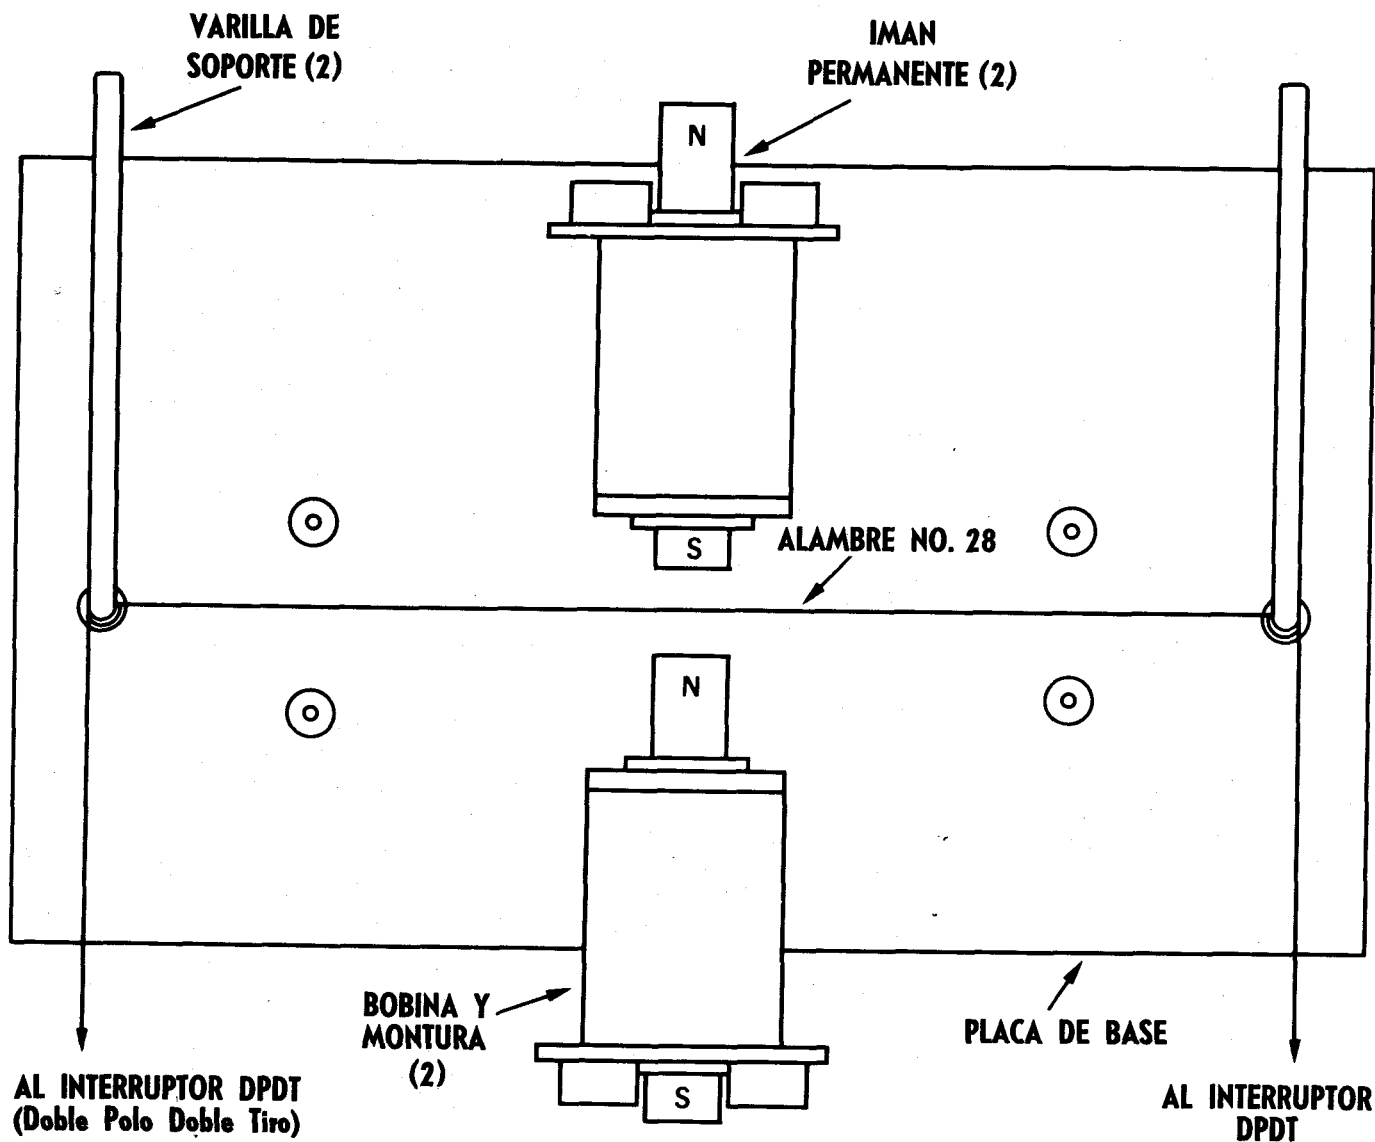

Fig. 40-1
1. Monte las dos bobinas pequeñas con sus monturas sobre la placa de base. Vea la Fig. 40-1. Observe que las monturas de las bobinas están armadas sobre la placa de base en forma poco convencional para este experimento particular. Inserte los imanes permanentes en las bobinas. (Las bobinas se usan sólo como sujetadores en este experimento). Los imanes deben estar en su posición de atracción, como aproximadamente a 12 mm de separación. Sujete los imanes en las bobinas.